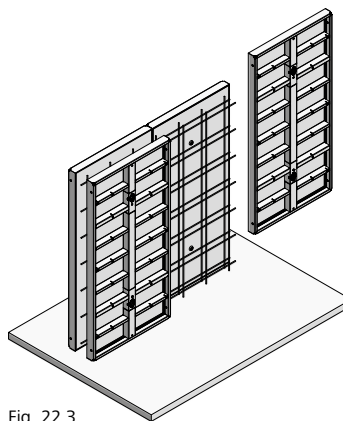

Fig. 22.3
2. Installer la banche de fermeture (Fig. 22.3).